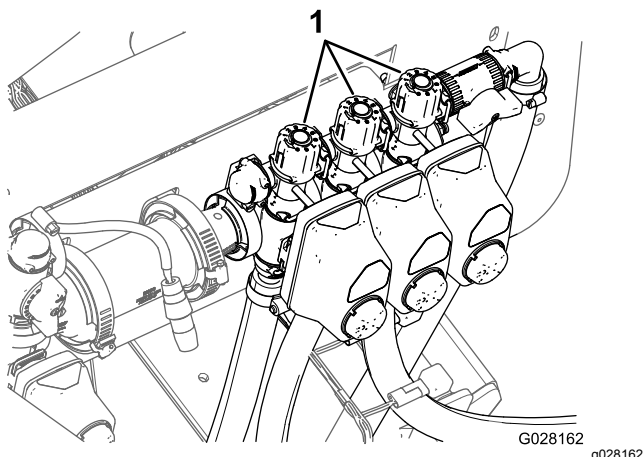

Figura 30
9. Regolate la valvola di bypass della sezione (Figura 30) posta sul lato superiore della valvola di comando della sezione per la sezione di barra